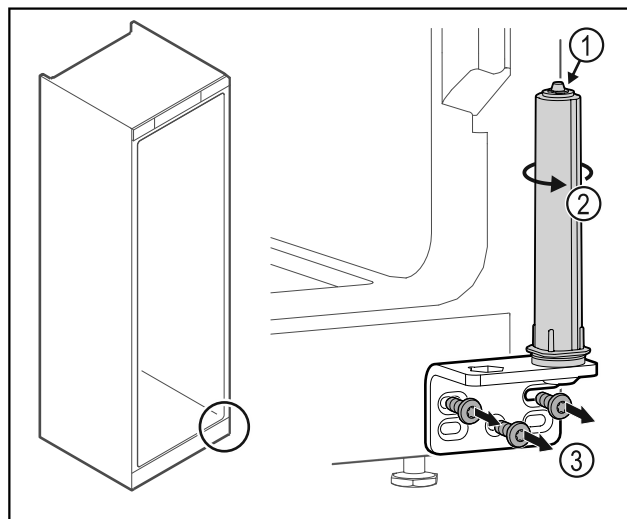

Fig. 34
► Ne razstavite sistema za zaklepanje vrat Fig. 34 (1).
- Obrčajte zaporni sistem Fig. 34 (2), dokler ne klikne.
- Odvijte kotnik tečaja vrat Fig. 34 (3).